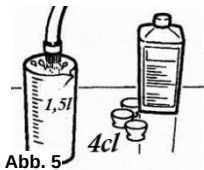

Abb. 5
- Füllen Sie den Spültopf erneut mit 1,5 Liter warmen Trinkwassers (max. 50°C) und vermischen es mit 40ml SANO-DESINFEKT-Plus. (Abb. 5)